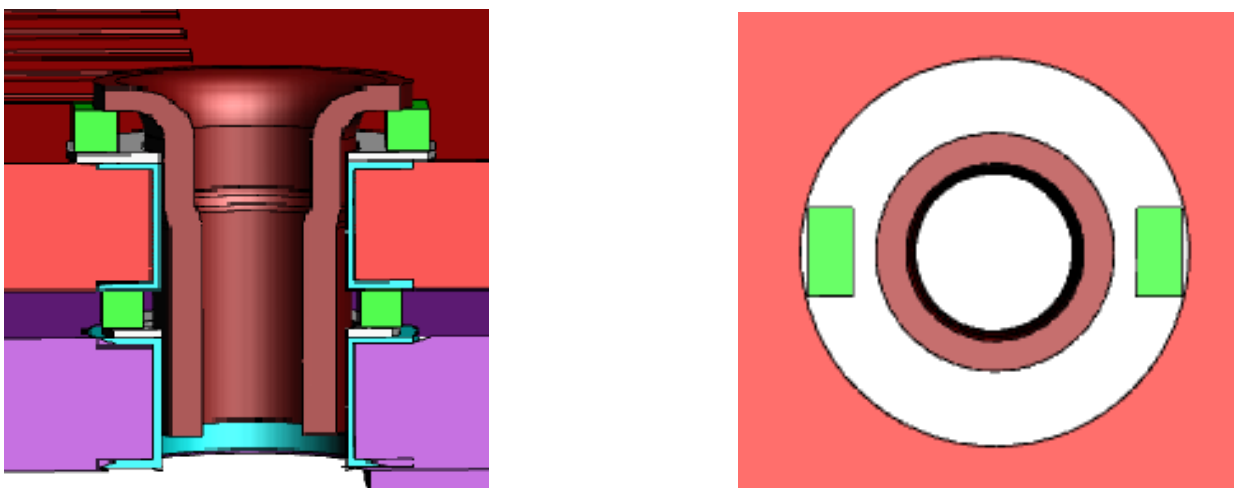

Bild 2: Prinzip der Platzierung der Preforms (3D-Modell)
- Bild 2: Prinzip der Platzierung der Preforms (3D-Modell)4